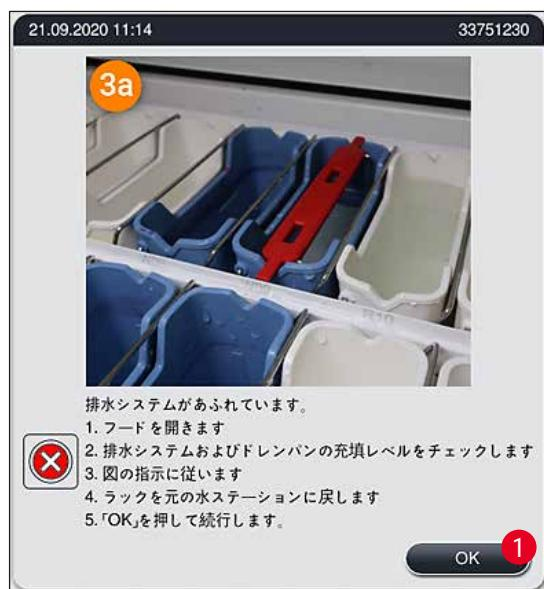
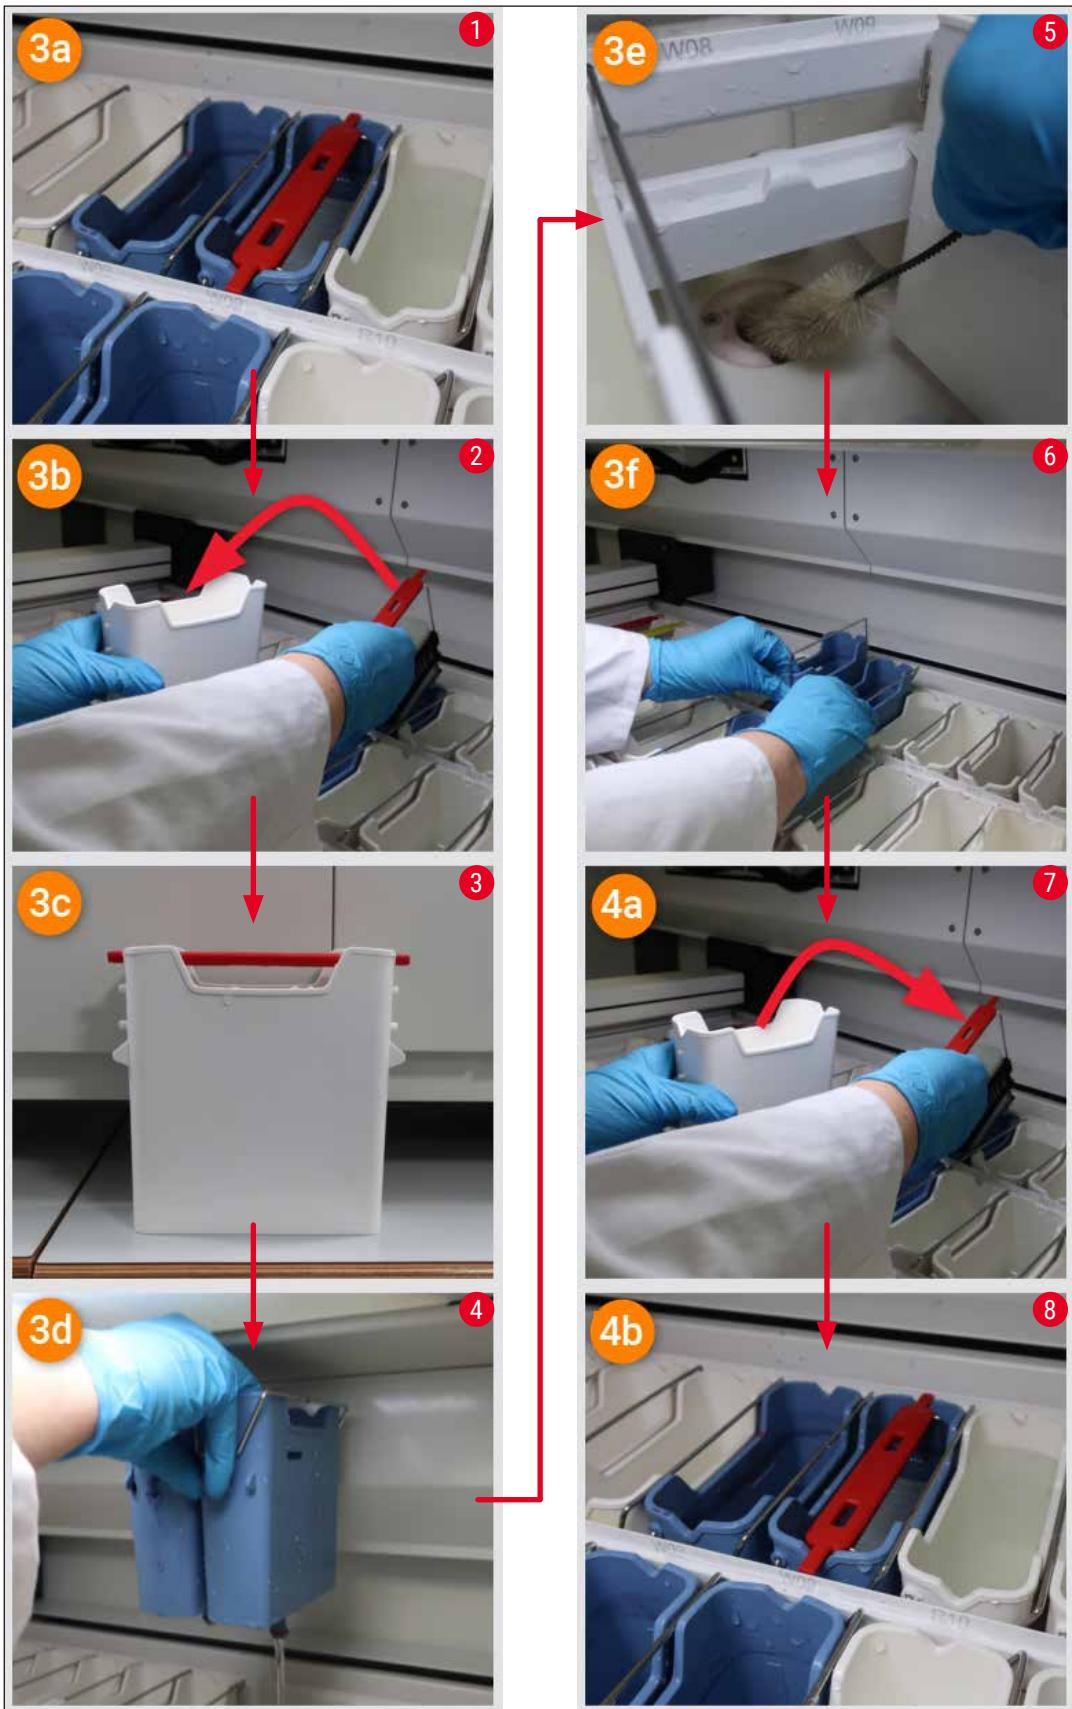

図122
図124
排水システムの詰まりは、排水ストレーナー（→「図100-1」）または排水ホース（→「図7-1」）の詰まりが原因である可能性があります。こうした詰まりがあると、ドレンパン内の水位が上昇するおそれがあります。その結果、装置内が危険な水位に達する可能性があります。画面上にエラーメッセージ（→「図122」）が表示され、アラーム音が鳴ってユーザーに通知されます。エラーメッセージでは、一連の繰り返し画像（→「図124」）によって詰まりを解決できるようにユーザーをガイドします。
- ・解決プロセス中に、ドレンパン内の水位が危険レベルを下回った場合は、メッセージ（→「図 122」）が消え、他のメッセージが表示されて、染色プロセスを続行できることがユーザーに通知されます。